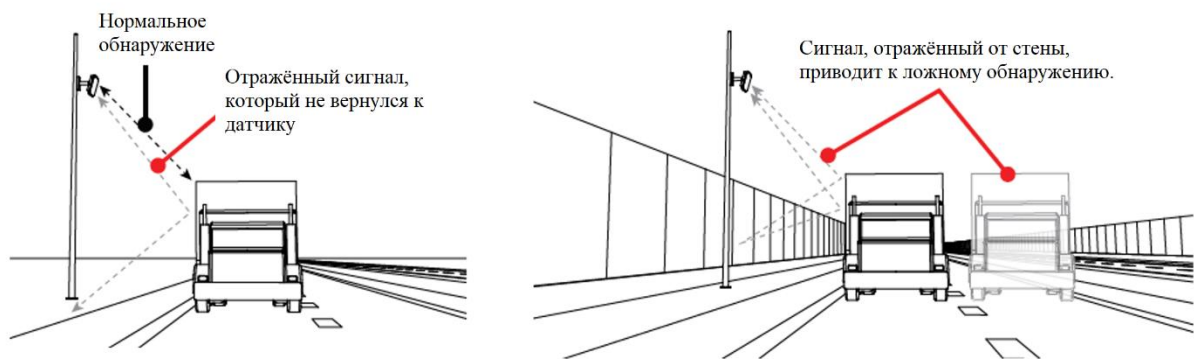

Рисунок 3.2
3.2.4 Не рекомендуется устанавливать изделия вблизи плоских поверхностей (например, зданий, дорожных пролетов, знаков), так как они создают переотражения сигналов от проезжающих ТС, дублируя их (рисунок 3.2).